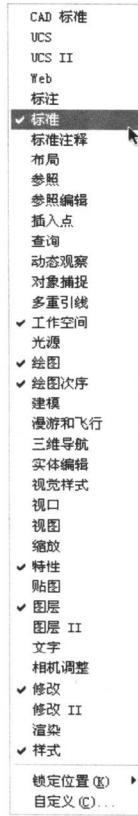

图1.5 右击工具栏显示的快捷菜单
- (8) 右击工具栏，在弹出的快捷菜单中，会看到选中的工具栏已经显示在界面中，如图1.5所示。